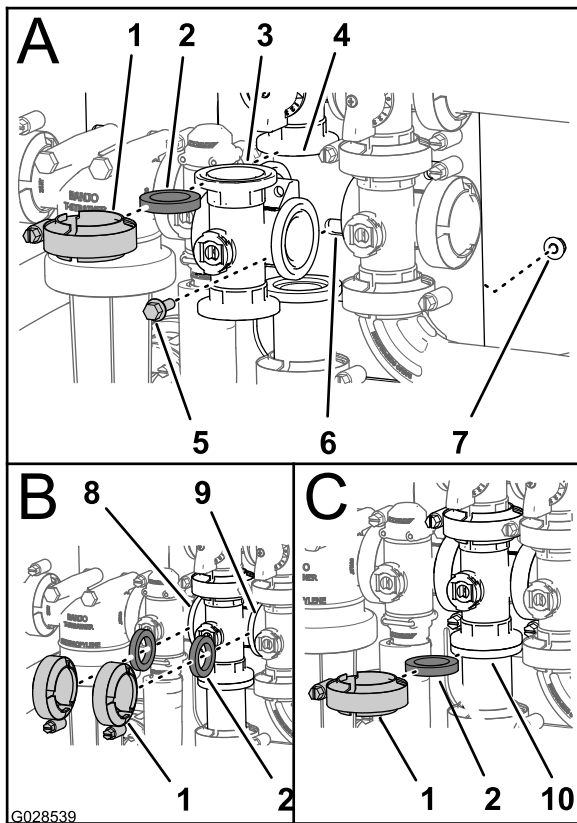

Figura 97
- Alinee la brida del distribuidor de la válvula de agitación, una junta y la brida del la válvula de desvío de agitación (Figura 97, A).
2. Monte la válvula de desvío de agitación, la junta y el distribuidor de la válvula de agitación con una abrazadera apretada a mano (Figura 97, A).
3. Alinee una junta entre las bridas del distribuidor de la válvula de control de caudal y el distribuidor de la válvula de agitación (Figura 97, B).
4. Monte la válvula de control de caudal, la junta y el distribuidor de la válvula de agitación con una abrazadera apretada a mano (Figura 97, B).
5. Alinee una junta entre las bridas del distribuidor de la válvula de agitación y la válvula maestra de los brazos (Figura 97, B).
6. Monte el distribuidor de la válvula de agitación, la junta y la válvula maestra de los brazos con un abrazadera apretada a mano (Figura 97, B).
7. Alinee una junta entre las bridas del distribuidor de la válvula de agitación y el acoplamiento del adaptador de la válvula de control de agitación (Figura 97, C).
8. Monte el distribuidor de la válvula de agitación, la junta y el acoplamiento del adaptador con un abrazadera apretada a mano (Figura 97, B).